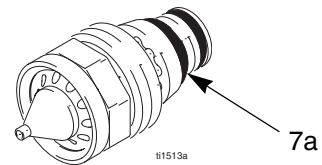

Fig. 10. Junta tórica conductora de la boquilla
5. Compruebe que los contactos metálicos (C) del cañón, del anillo de contacto de la boquilla (7a, Fig. 10), y del contacto del electrodo (E) están limpios y no han sufrido daños.